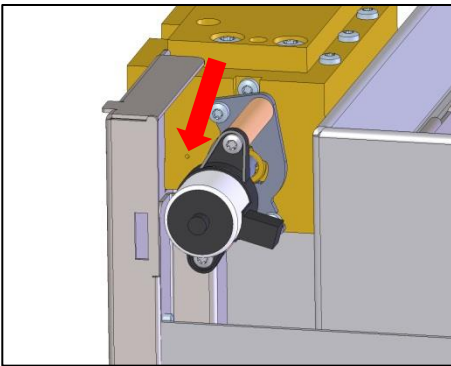

Abb. 55: Öffnung Nachfüllung Füllstand
- Leitungswasser in der berechneten Nachfüllmenge über seitliche Öffnung beim Umschaltventil (→ Abb. 55) langsam mittels einer Spritze einfüllen.